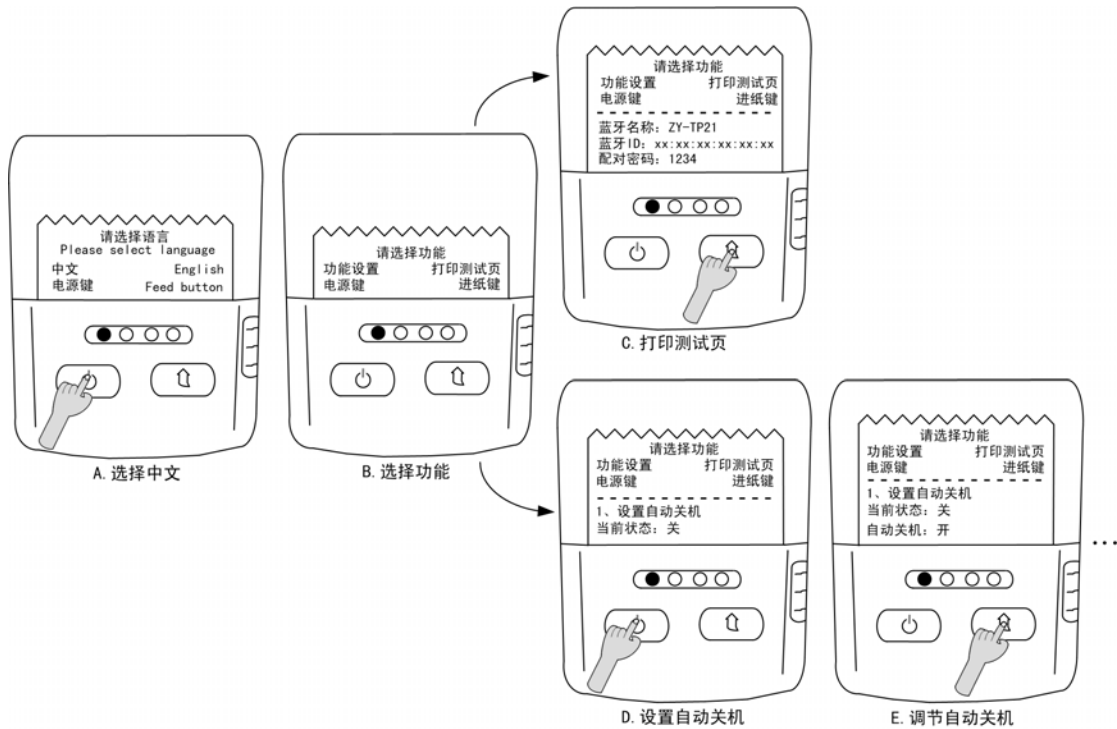

图 2.6 设置方法
进入设置模式时首先选择界面语言，操作步骤见图 2.6的A图，按下电源键则显示中文界面，按下进纸键则显示英语界面。
完成界面语言选择后，开始设置“自检”与“功能设置”，打印机对应的提示见图 2.6的B图。
用户可以通过自检功能获取打印机的相关信息；按下进纸键可选择“自检”，详见图 2.6的C图。
按下电源键则选择“功能设置”，详见图 2.6的D图。
功能设置方法如图 2.6的D和E所示：
- 进纸键作为功能调节键。例如，如图 2.6的E图所示，按下进纸键，自动关机将由原来的“关”状态调节为“开”状态，若再次按下进纸键，自动关机由“开”状态调节为“关”状态。